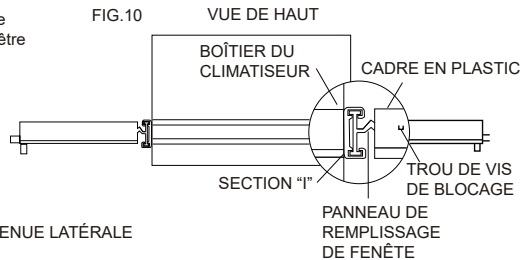

FIG.10
- Glissez la section "I" à l'extrémité du panneau de remplissage² de fenêtre dans la languette latérale sur chaque côté du boîtier (voir FIG. 9 et FIG.10).